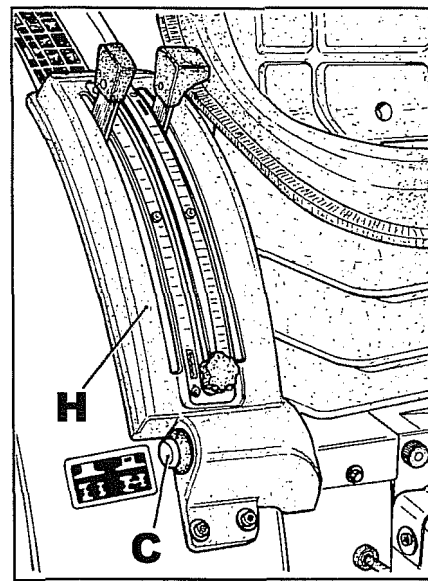

Fig. 2
Verificare poi se il suddetto magnetismo viene annullato sia azionando i pedali freno accoppiati che premendo il pulsante doppia trazione **C** fig. 2. In caso affermativo significa che il problema sull'elettrovalvola è di tipo idraulico (vedi relativo paragrafo).
- 10 Allentare dal parafrangente la protezione **H** fig. 2 delle leve comando sollevatore, quindi svitare la ghiera che tiene il pulsante **C** della doppia trazione.